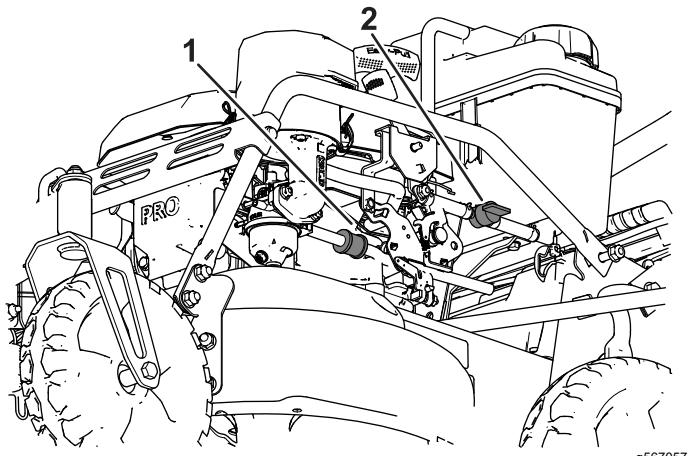

Figure 29
- Fermez le robinet d'arrivée de carburant (Figure 29).
- Déposez le filtre à carburant (Figure 29) de la conduite de carburant en desserrant les colliers qui entourent le filtre.